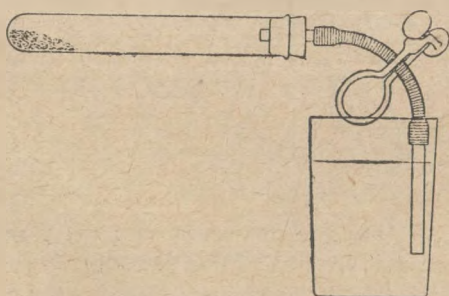

Рис. 83. Испытание, изменяется ли объем воздуха при прокаливании металла в закрытом сосуде.
Для того, чтобы найти объяснение полученного результата, присоедините к каучуку кусочек стеклянной трубки, опустите его в стакан с водой и откройте зажим (рис. 83). Результат? (97).